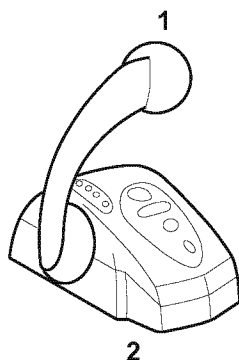

Figura 1
3. Coloque a alavanca de controlo na cabeça de controlo (2, **Figura 1**) na posição N (neutro) (1, **Figura 1**).